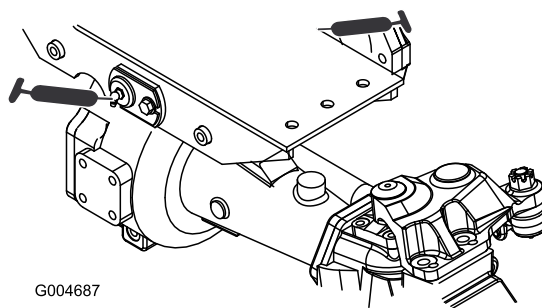

Figura 65
- 2 boccole orientabili dell'assale anteriore e posteriore (Figura 65)